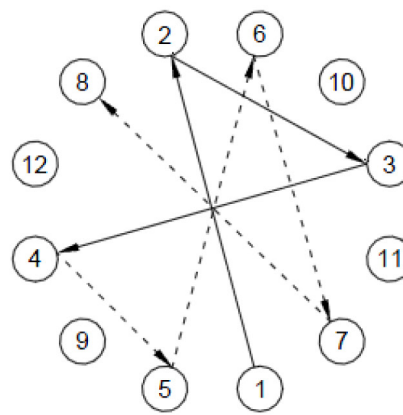

Рис.14. Последовательность затяжки
- Затяните другие болты в последовательности, показанной на Рис. 14.